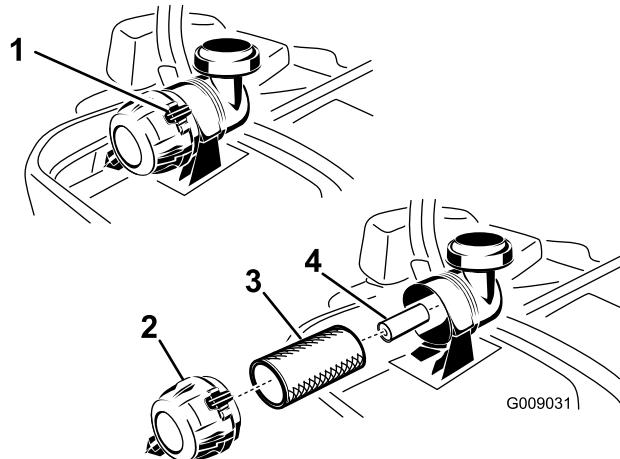

Figure 45
3. Appuyez sur les attaches du filtre à air pour les ouvrir et détachez le couvercle du corps du filtre à air (Figure 45).
5. Sortez le préfiltre du boîtier du filtre avec précaution (Figure 45). Évitez de cogner l'élément à l'intérieur du boîtier.
1. Ne nettoyez pas l'élément en papier, remplacez-le (Figure 45).
2. Si vous remplacez l'élément secondaire, insérez-le avec précaution dans le boîtier du filtre (Figure 45).
3. Placez ensuite le préfiltre sur l'élément secondaire avec le même soin (Figure 45).
5. Montez le couvercle, reniflard en bas, et tournez-le pour que les attaches verrouillent le couvercle en place (Figure 45).